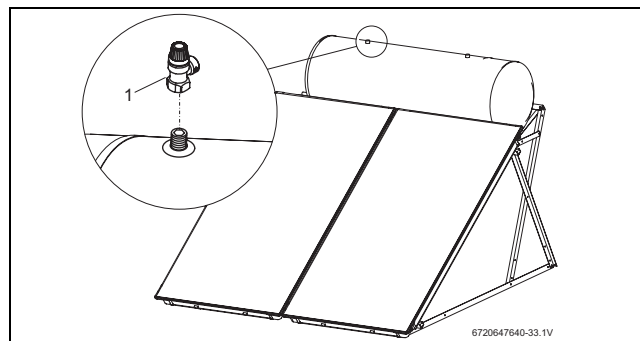

Fig. 66 Montage de la soupape de sécurité côté solaire
- ▶ Monter la soupape de sécurité côté solaire 2,5 bars (→ fig. 66, [1]) en haut sur le ballon.